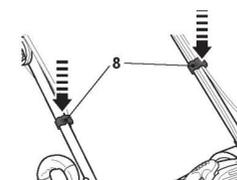

Fig. 5
8. Fixer les câbles (5, 6, 24) avec les serre-câbles (8) aux deux côtés de la poignée inférieure (23) (Fig. 5).